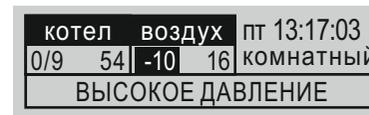
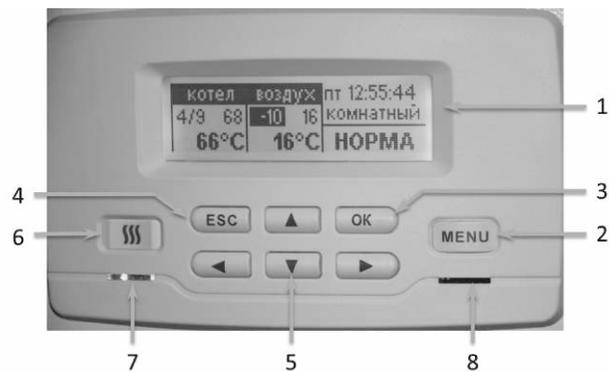

Рисунок 28. Пример сообщения о несоответствии.
Рисунок 5. Блок управления. Начальный вид - Главное окно.
В этих случаях будет произведено обесточивание ТЭНов с помощью контактора, замкнутся контакты подключения приёмника сигнала об отказе XT7 (см. рис. 4), включится индикатор отказа (8) рис. 5 и появится текстовое сообщение о характере несоответствия. Пример см. рис. 28. После устранения причины несоответствия прибор вернется к предыдущему режиму работы с сохранением настроек и параметров.
7.5.3 Отказ, обрыв провода, не подключение датчика температуры уличного воздуха, датчика комнатной температуры или их обоих исключит появление значений температур в режиме главного окна (поз. 4 и 5 на рис. 5) и приведет к переходу на упрощенный алгоритм термостатирования. В случае отключения комнатного датчика – управление по кривой нагрева теплоносителя в зависимости от уличной температуры (см. п. 7.4.2.8). При отключении уличного датчика температуры – управление по данным комнатного. При отключении обоих датчиков воздуха прибор стабилизирует температуру теплоносителя на уровне текущей уставки.
На рис. 5 отражены основные элементы блока управления: